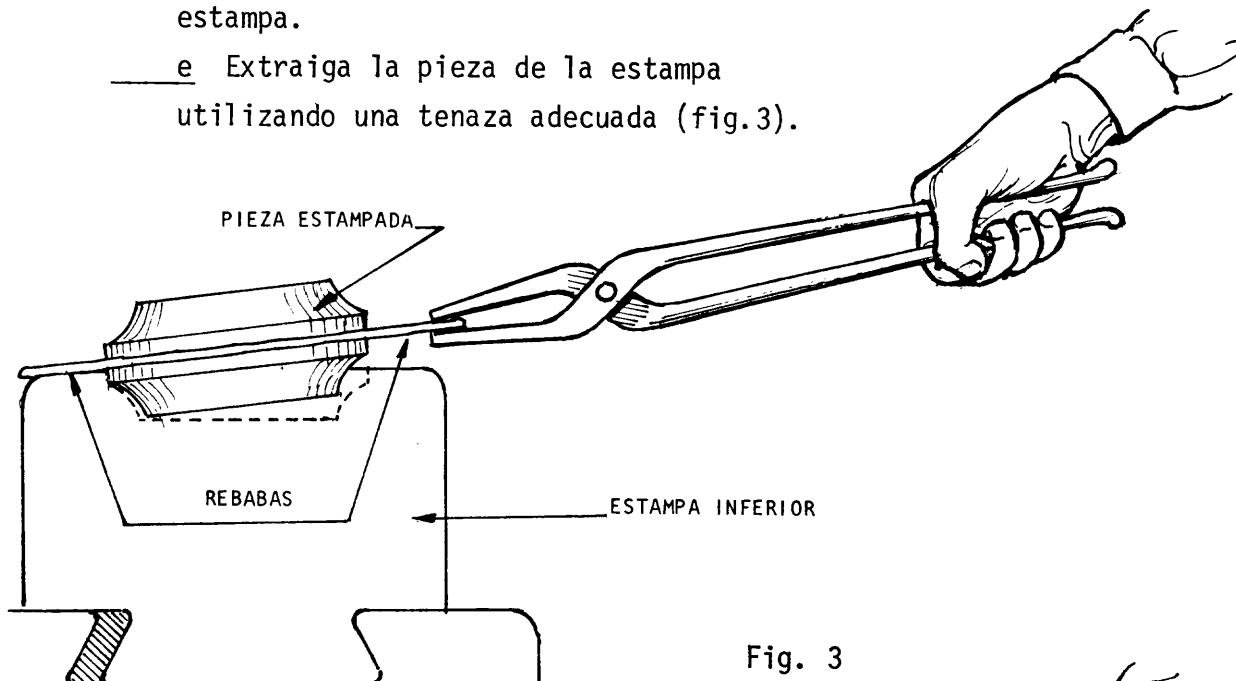

Fig. 3
- ☐ e Extraiga la pieza de la estampa utilizando una tenaza adecuada (fig.3).